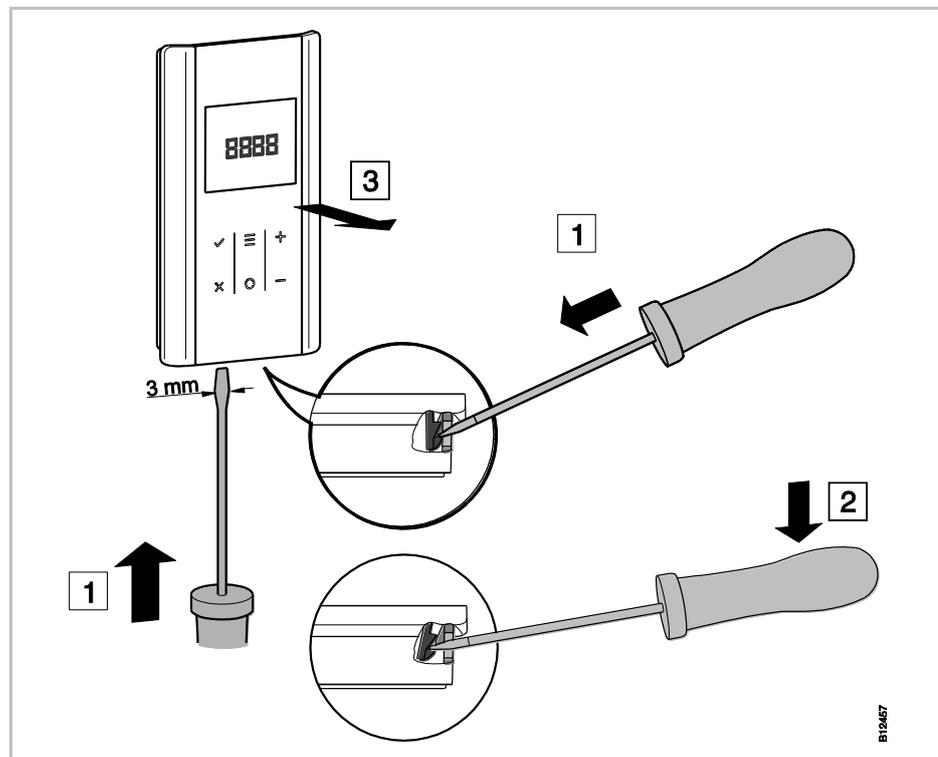

Abb. 12: Funk-Raumbediengerät öffnen
- ▶ Öffnen Sie das Funk-Raumbediengerät. → Siehe Seite 30, Abb. 12.